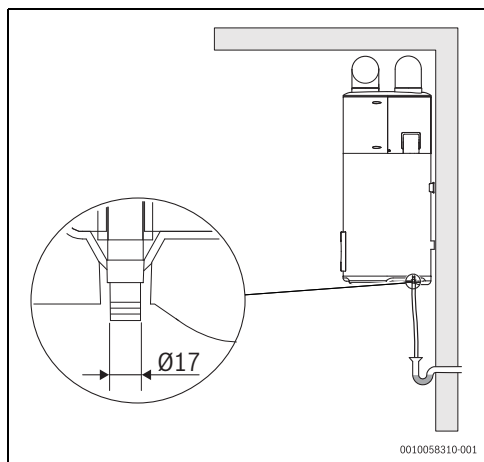

Fig. 21 Raccordement de l'évacuation des condensats
- ▶ Raccorder un conduit de fumées flexible de Ø 17mm (Fig. 21).